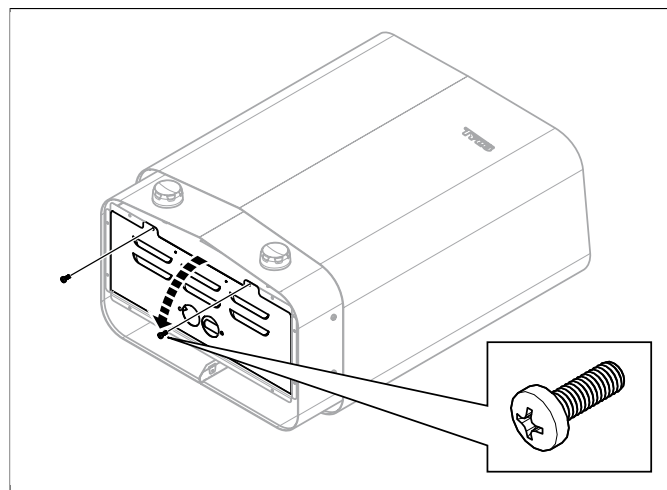

Рисунок 5: Откройте/закройте крышку
2. Ослабьте винты и откройте крышку (см. **Рисунок 5**, страница 3).
5. Закройте крышку и закрутите винты (см. **Рисунок 5**, страница 3).